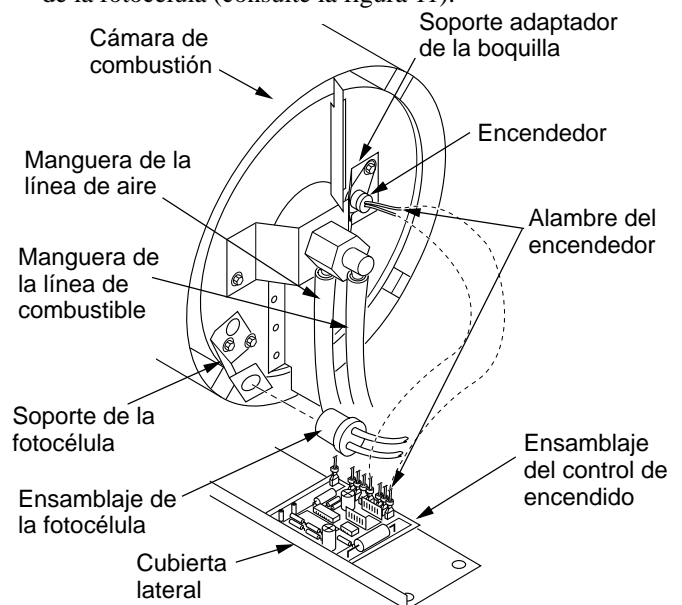

Figura 11 - Desconexión de los alambres del encendedor del ensamblaje del control de encendido
4. Desconecte los alambres del encendedor del ensamblaje del control de encendido (consulte la figura 11). Pase los alambres del encendedor a través del orificio en la cubierta inferior.
5. Desconecte la manguera de la línea de combustible y la manguera de la línea de aire. Desmonte la fotocélula del soporte de la fotocélula (consulte la figura 11).
- Pase los alambres del encendedor nuevamente hacia abajo a través del orificio en la cubierta inferior. Conecte los alambres al encendedor del ensamblaje del control de encendido (consulte la figura 11, página 8).